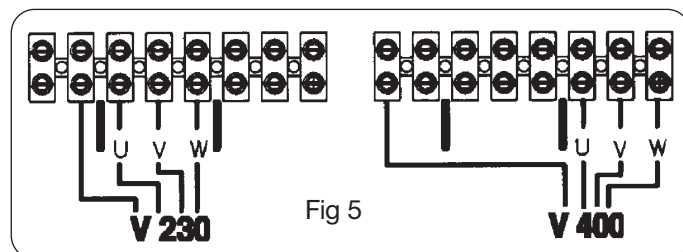

Fig 5
- Om de voedingsspanning te veranderen moet het zij-element rechts worden weggehaald en moeten de verbindingen van het klemmenbord voor spanningsverandering worden gerangschikt zoals te zien is op de afbeelding 5.